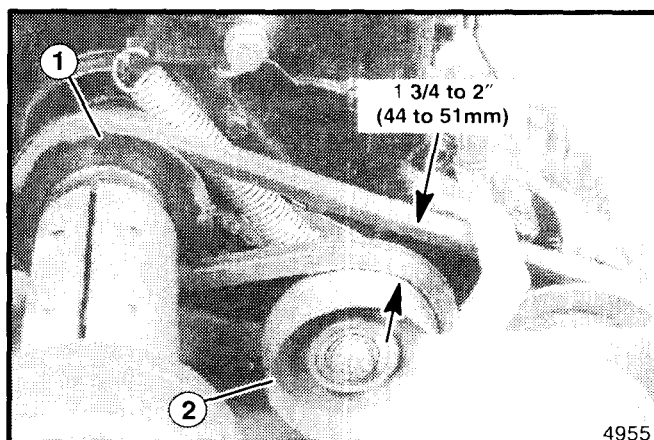

Figura 21. Distancia de la Correa de Propulsión
9. Enganche el embrague de propulsión. Mida la distancia del borde superior de la polea intermedia al borde superior de la correa de propulsión (vea la figura 21). La medida debe ser de 1 3/4 a 2" (44 a 51 mm).